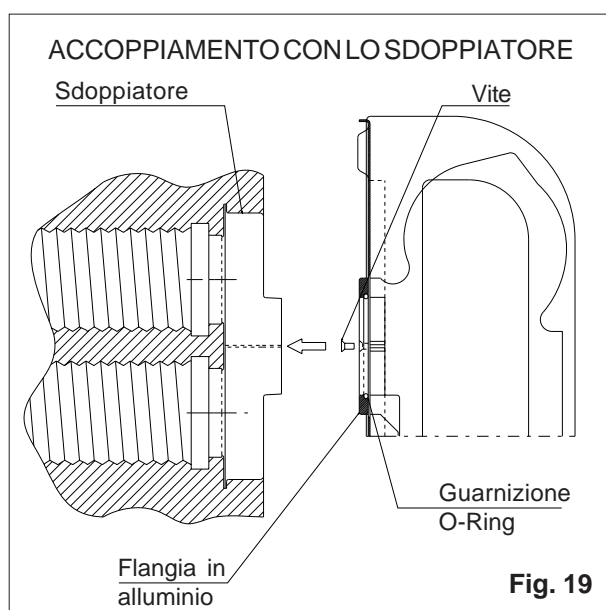

Fig. 19
**ATTENZIONE!** La tenuta dell'attacco tra sdoppiatore ed apparecchio è garantita da un'apposita guarnizione (fig. 19). Assicurarsi che la parete su cui si installa il radiatore
interponendo la guarnizione ad anello e fissandola sul raccordo dell'apparecchio tramite le tre viti in dotazione. Controllare che la guarnizione ad anello alloggi correttamente nella sua sede (fig. 19)